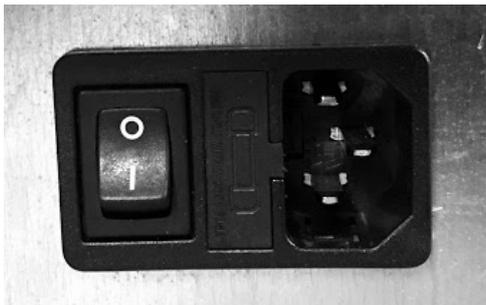

Fig. 32 - Presa elettrica con interruttore generale
- Collegare il cavo di alimentazione prima sul retro della stufa (vedi **Fig. 32**) e poi ad una presa elettrica a parete.
- L'interruttore generale 0/I (vedi **Fig. 32**) va azionato solo per accendere la stufa, in caso contrario è consigliabile tenerlo spento.